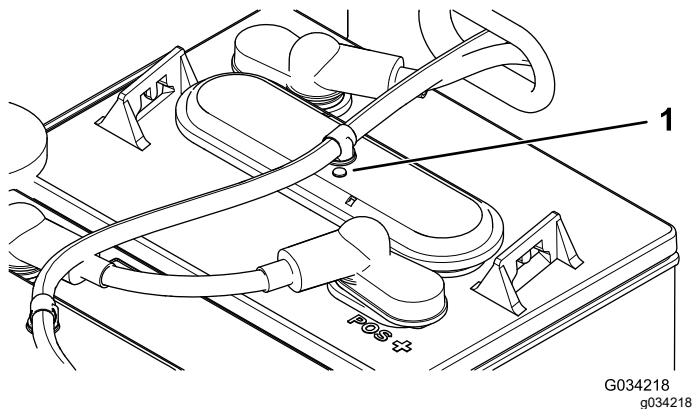

図 38
3. 各バッテリーのアイレットの色黒または白を調べる **図 38**。